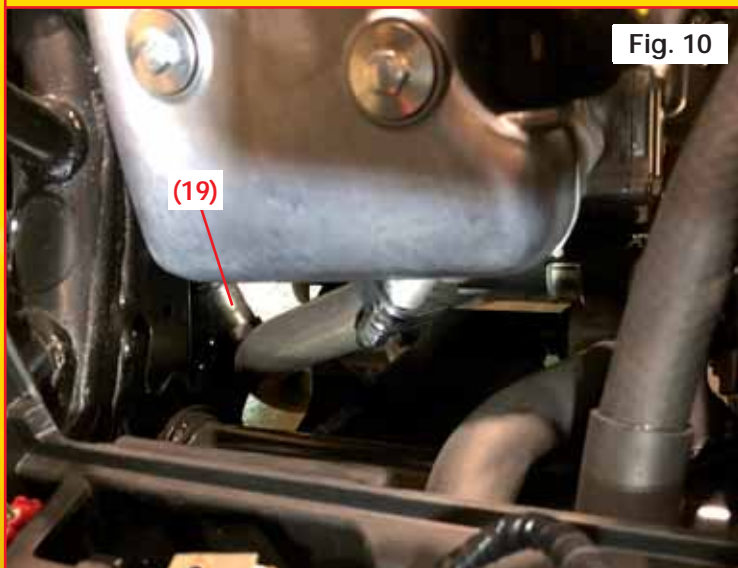

Fig. 11
- Seguire il cablaggio fino al connettore (20) (Fig. 11)
- Follow the lambda cable until you reach its connector (20) (Fig. 11)
- Suivre le câblage jusqu'au connecteur (20) (Fig. 11)
- Die Kabelverbindung bis zum Konnektor (20) führen (Abb. 11)
- Siga el cableado hasta el conector (20) (Fig. 11)